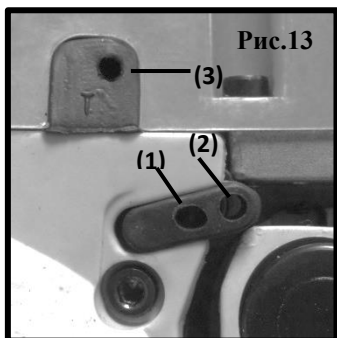

Рис.13
2.5. РЕГУЛИРОВКА КАРБЮРАТОРА. (Рис.13,13а,13б).
Рис.13а
Рис.13б
1. Отключите двигатель и поворачивайте винты регулировки минимальных (1) и максимальных оборотов (2) до упора Рис.13,13а,13b. Не прикладывайте усилие. Затем поверните их обратно на первоначальное количество оборотов, как показано ниже.